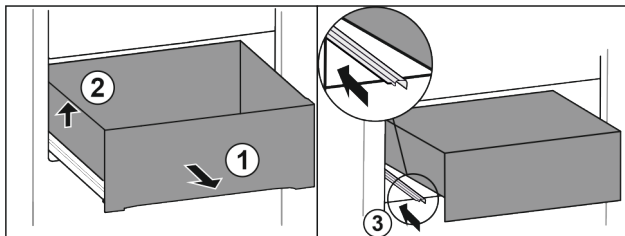

Fig. 31
- ▶ Vytáhněte zásuvku až na doraz. Fig. 31 (1)
- ▶ Nadzvedněte zásuvku vlevo. Fig. 31 (2)
- ▶ Zasuňte levou kolejničku. Fig. 31 (3)